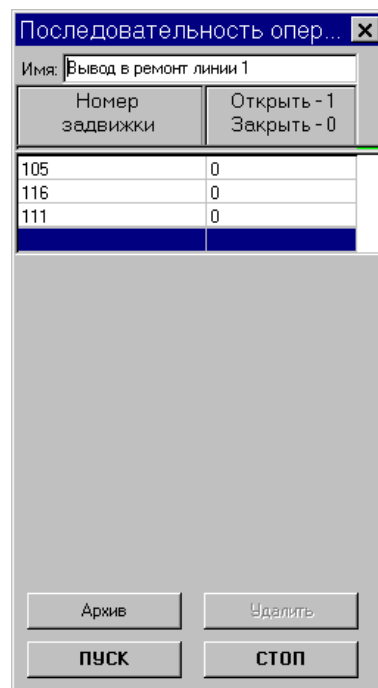

Рис. 33
3.12.4 Нажатием на строке в списке осуществляется выбор нужной последовательности. При этом строка выделяется цветом. Двойное нажатие на выделенную строку автоматически вызывает экран **СИКН** с окном **Последовательность** (Рис. 33).